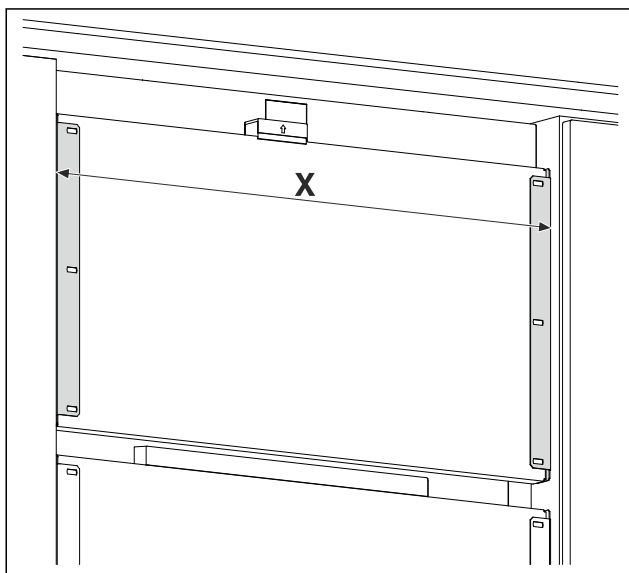

Fig. 17 Esimerkkikuva
- Mittaa etäisyys Fig. 17 (X) kiinnityskulman ulkoreunojen väliltä.